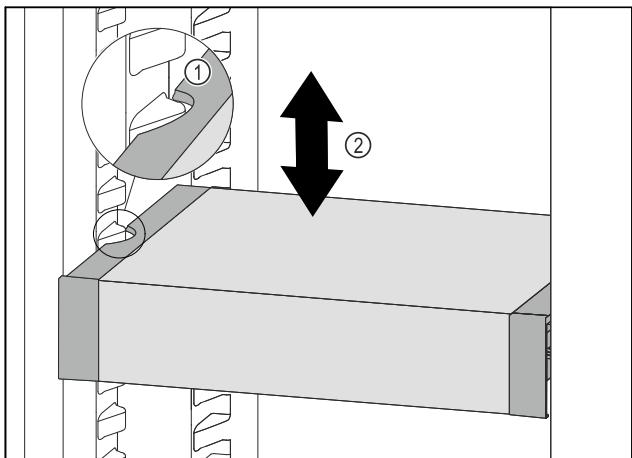

Fig. 123
- ▶ Изтеглете VarioSafe напред, докато страничните прорези на VarioSafe се намират на височината на реброто на съда в хладилната част. Fig. 123 (1)
- ▶ Преместете VarioSafe нагоре или надолу в хладилната част, докато се достигне желаната височина. Fig. 123 (2)